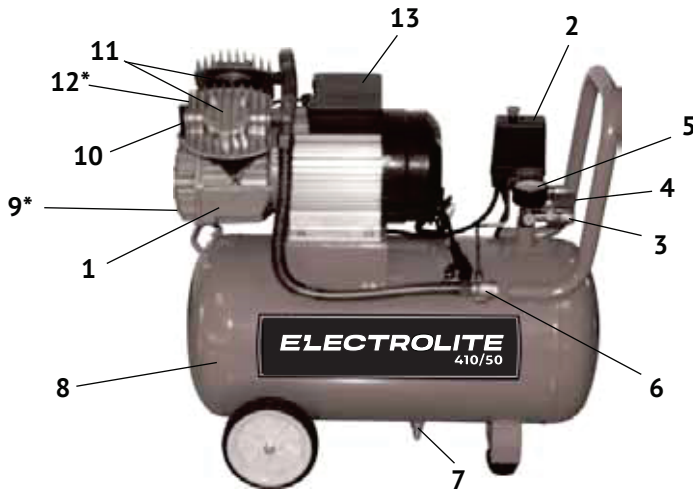

рис. 1
4.1 Общий вид компрессора схематично представлен на рис.1
4.2 Картер компрессорной группы (рис.1 поз.1) с двигателем закреплены на металлическом корпусе ресивера (рис.1 поз.8). Вращение якоря двигателя преобразуется кривошипно-шатунным механизмом в возвратно-поступательное движение поршней двух цилиндров. Сжатый воздух из выпускных клапанов цилиндров подаётся в ресивер. При подключении к быстроразъёмным выходным штуцерам (рис.1 поз.3) коллектора пневмоинструмента, сжатый воздух подаётся к инструменту. Выходное давление в штуцерах регулируется редуктором и контролируется манометрами.
рекомендуется оставить компрессор работающим в течение 5-8 минут с полностью открытыми выходными кранами (рис.3 поз.2,3) и редуктором (рис.3 поз.4), после чего откройте вентиль слива конденсата (рис.1 поз.7), находящийся снизу ресивера и слейте конденсат. После первых 5-ти часов работы компрессора проверьте крепление винтов головки цилиндра и фильтров (рис.1 поз.13).